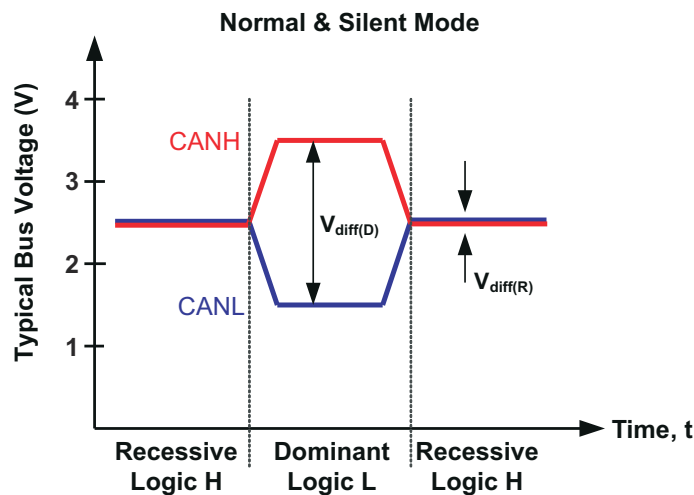
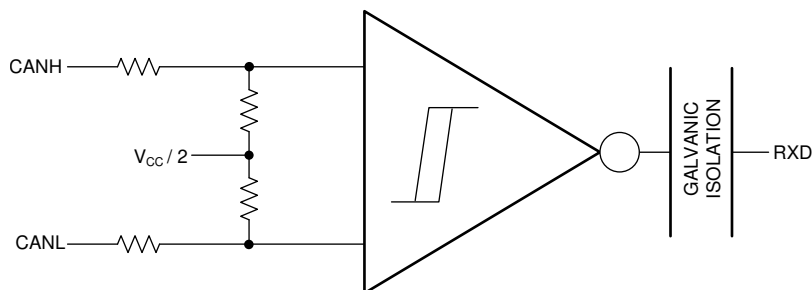

図 8-1. バスの状態 (物理的ビット表現)
図 8-2. リセッシブ同相バイアスとレシーバの概略図
CAN バスには、動作中に「ドミナント」と「リセシブ」の 2 つの状態があります。ロジック Low に相当するドミナント・バス状態は、ドライバによってバスが差動駆動される場合です。リセシブ・バス状態は、バスがレシーバの高抵抗の内部入力抵抗を介して $V_{CC}/2$ のコモン・モードにバイアスされる場合であり、ロジック High に相当します。CAN ノードのホスト・マイクロプロセッサは、TXD ピンを使用してバスを駆動し、RXD ピンでバスからデータを受信します。図 8-1 および 図 8-2 を参照してください。
(1) H = High レベル、L = Low レベル、Z = $V_{CC} / 2$ への同相 (リセッティング) バイアス。バスの状態と同相バイアスの情報については、図 8-1 および 図 8-2 を参照してください。